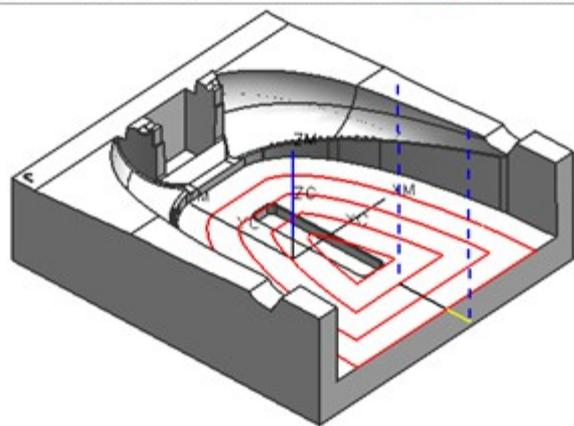

图3-47 生成刀路。
(9) 生成刀路。在型腔铣对话框中单击 [[生成]] 按钮生成刀路，如图 3-47 所示。